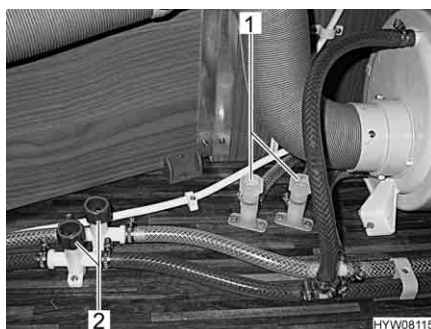

Fig. 89 Rubinetti di scarico per scaldacqua
- Chiudere tutti i rubinetti di scarico. Ruotare i coperchi (Fig. 89,1 e 2) in senso orario.
- Aprire tutti i rubinetti di scarico. A tal fine ruotare i coperchi (Fig. 89,1 e 2) in senso antiorario.